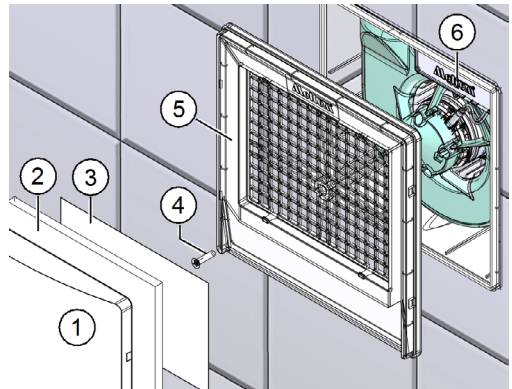

Fig. 10: Rimozione del coperchio d'allacciamento
- ▶ Afferrare il coperchio d'aspirazione da uno spigolo da sotto (pos. 1 nella Fig. 10) ed estrarlo dal supporto filtro (pos. 5 nella Fig. 10).
- ▶ Rimuovere il filtro (pos. 2 nella Fig. 10) ed event. l'inserito di regolazione in tessuto non tessuto (pos. 3 nella Fig. 10, solo nei ventilatori con portata aria di 60 m³/h e scarico laterale).
- ▶ Rimuovere la vite a testa svasata M6 (pos. 4 nella Fig. 10).
- ▶ Rimuovere il supporto filtro (pos. 5 nella Fig. 10).
- ▶ Rimuovere il coperchio d'allacciamento (pos. 6 nella Fig. 10). I potenziometri per l'impostazione delle funzioni del ventilatore si trovano dietro al coperchio d'allacciamento.
- ▶ Afferrare il coperchio d'aspirazione da uno spigolo da sotto (pos. 1 nella
- ▶ Reinserire il coperchio d'allacciamento (pos. 6 nella Fig. 10).
- ▶ Inserire il supporto filtro (pos. 5 nella Fig. 10).
- ▶ Fissare il supporto filtro con la vite a testa svasata M6 (pos. 4 nella Fig. 10).
- ▶ Inserire nell'apparecchio event. l'inserto di regolazione in tessuto non tessuto (pos. 3 nella Fig. 10, solo nei ventilatori con portata aria di 60 m³/h e scarico laterale), il filtro (pos. 2 nella Fig. 10) e il coperchio d'aspirazione (pos. 1 nella Fig. 10).